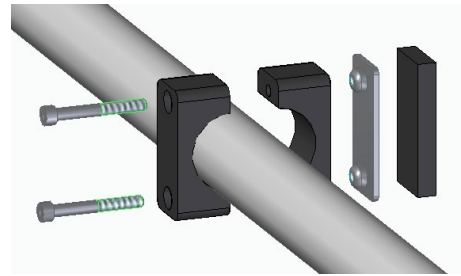

Abbildung 3
Per proteggere da una collisione tra la porta e il portabici, è possibile montare un ulteriore arresto (10) sul tubo trasversale più vicino al veicolo con due viti cilindriche M6x50 (fig. 3).